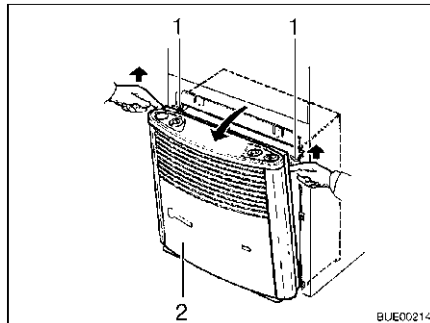

Fig. 115 Rimozione della copertura del riscaldamento
- Rimuovere la copertura del riscaldamento (Fig. 115,2). Tirare verso l'alto, in avanti la copertura, spingere verso l'alto le molle di sostegno (Fig. 115,1) e ribaltare la copertura in avanti.